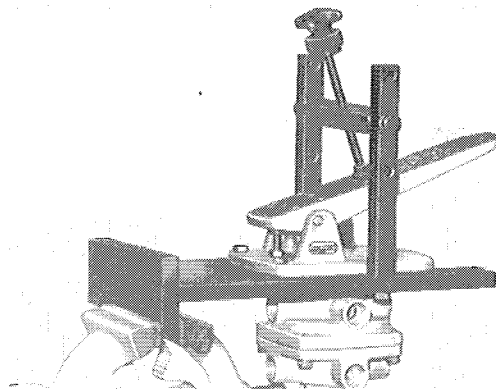

Abb. 2
2. a) Zugwagen-Bremsventil in der im Befestigung des Schraubstock des Prüfstandes ein- Zugwagen-Brems- gespannt Spannvorrichtung be- ventils am Prüf- festigen. (Abb. 2)